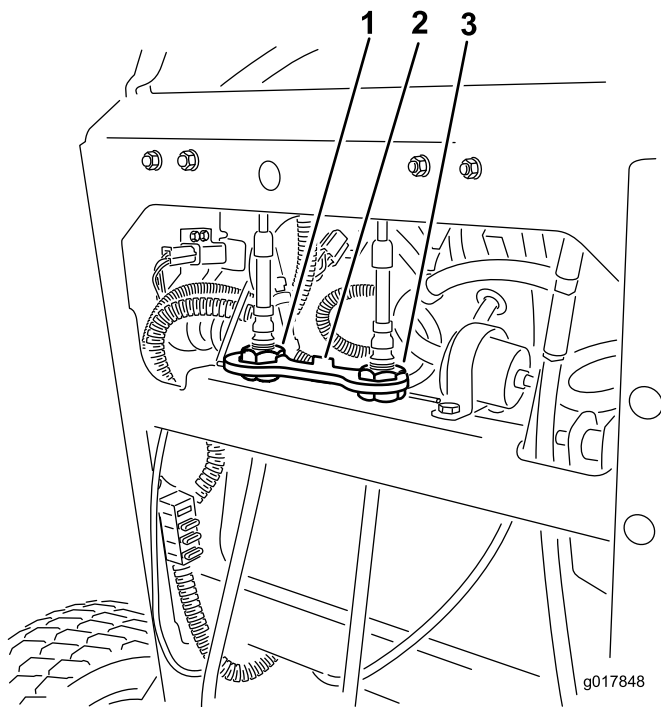

図 56
4. 右ケーブル調整器を回して、右側走行コントロールレバーがコントロールパネルのニュートラルロックスロットの中央にくるようにする 図 56。